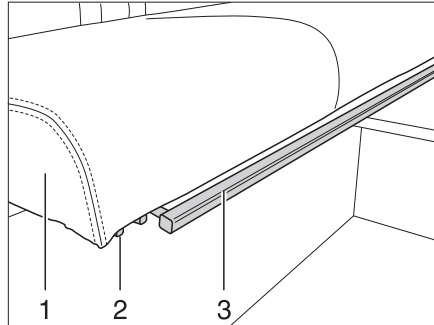

Fig. 16 Ajuste del respaldo del banco
- Tirar o presionar el estribo (Fig. 16,1) debajo de la superficie del asiento (Fig. 16,2) hacia arriba y mantenerlo en esta posición.
- Desplazar la superficie del asiento con precaución sobre los rieles (Fig. 16,2) hacia adelante hasta alcanzar la posición deseada o el tope.